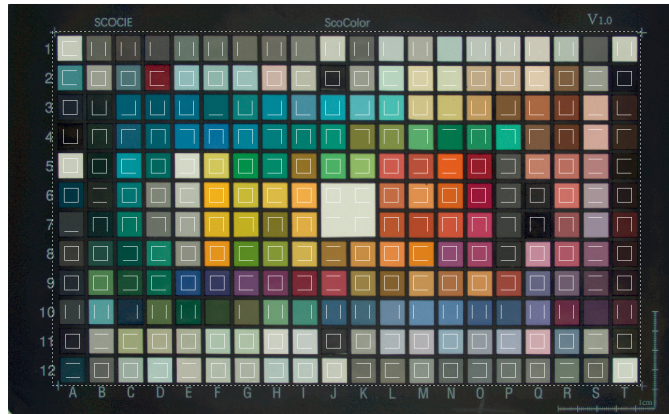
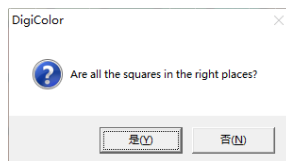

图 5-8 色卡颜色自动定位
图 5-9 人工确认定位是否正确
- 4、选中 Calibration→Instrument Calibration，如果软件可以定位到色卡的目标块，将出现如图 5-8 界面，并弹出图 5-9 对话框：